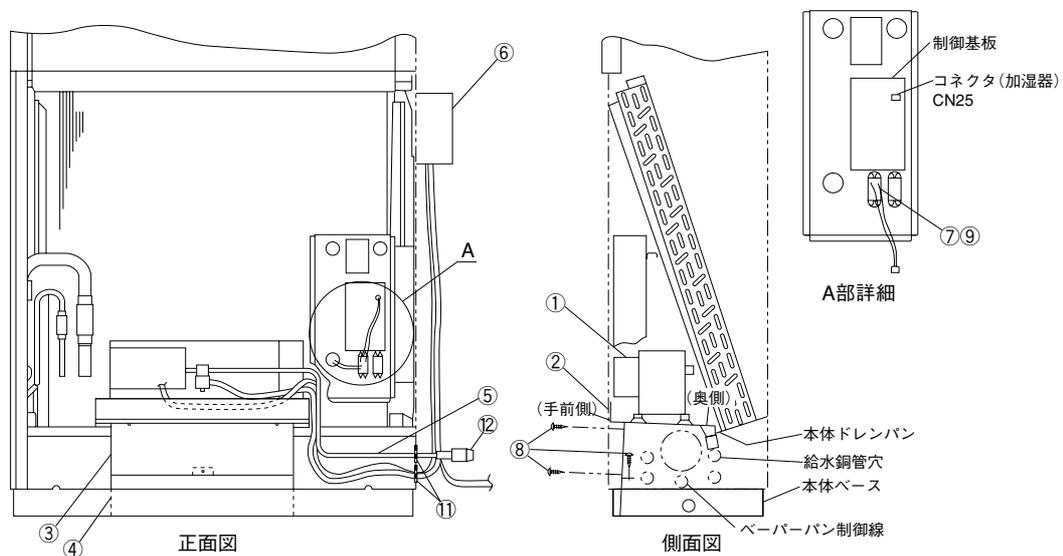
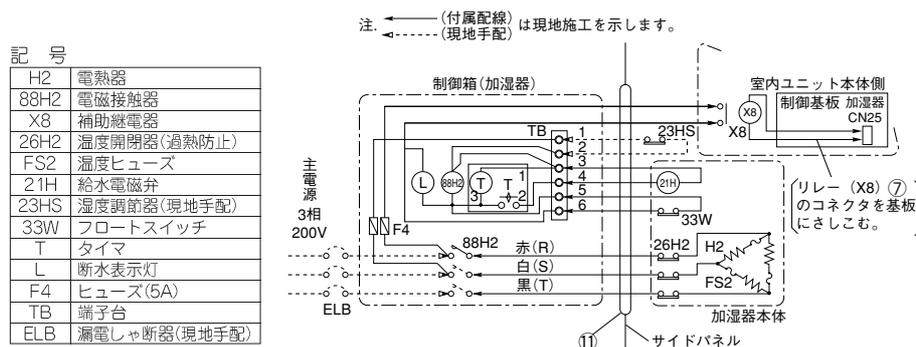

図1
図2
- 2) ドレンパン②に取付板1③、取付板2④をネジ⑧にて取付けます。
つぎに図1のようにドレンパン②の奥側を本体ドレンパンにのせ、取付板1、2が本体ベースにのるようにしてください。
- 3) ペーパーパン①を図1のようにドレンパン②上にほぼ中央の位置においてください。
吸着ゴム足を浮かし、調整ネジをまわしてゴム足の高さを調整し図1のようにペーパーパンを水平になるようにしてください。
ペーパーパンの制御線はサイドパネルのノックアウト穴(図1)より機外に通し、ゴムブッシュ⑪をノックアウト穴に挿着ください。次に図2の要領で配線してください。